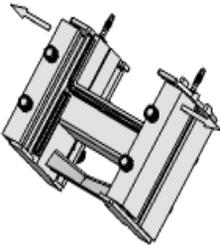

图1.拉开左右滑块
- 将本体水平放置，松开本体上的螺栓，拉开左右滑块（图1）。